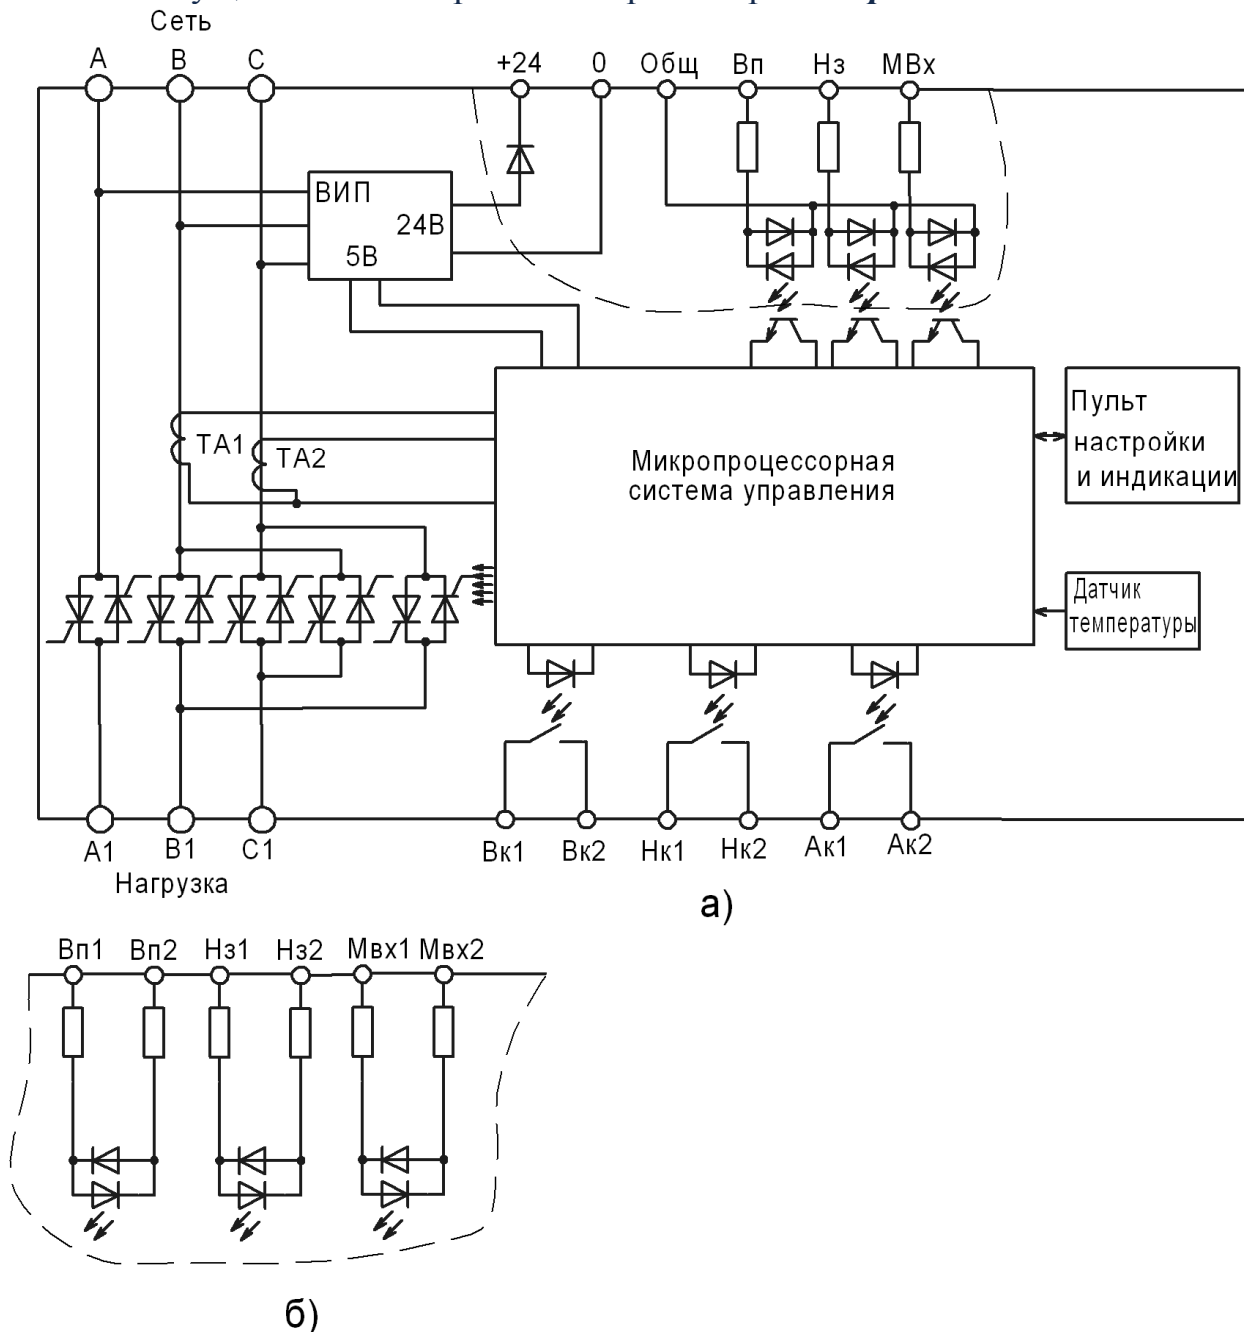
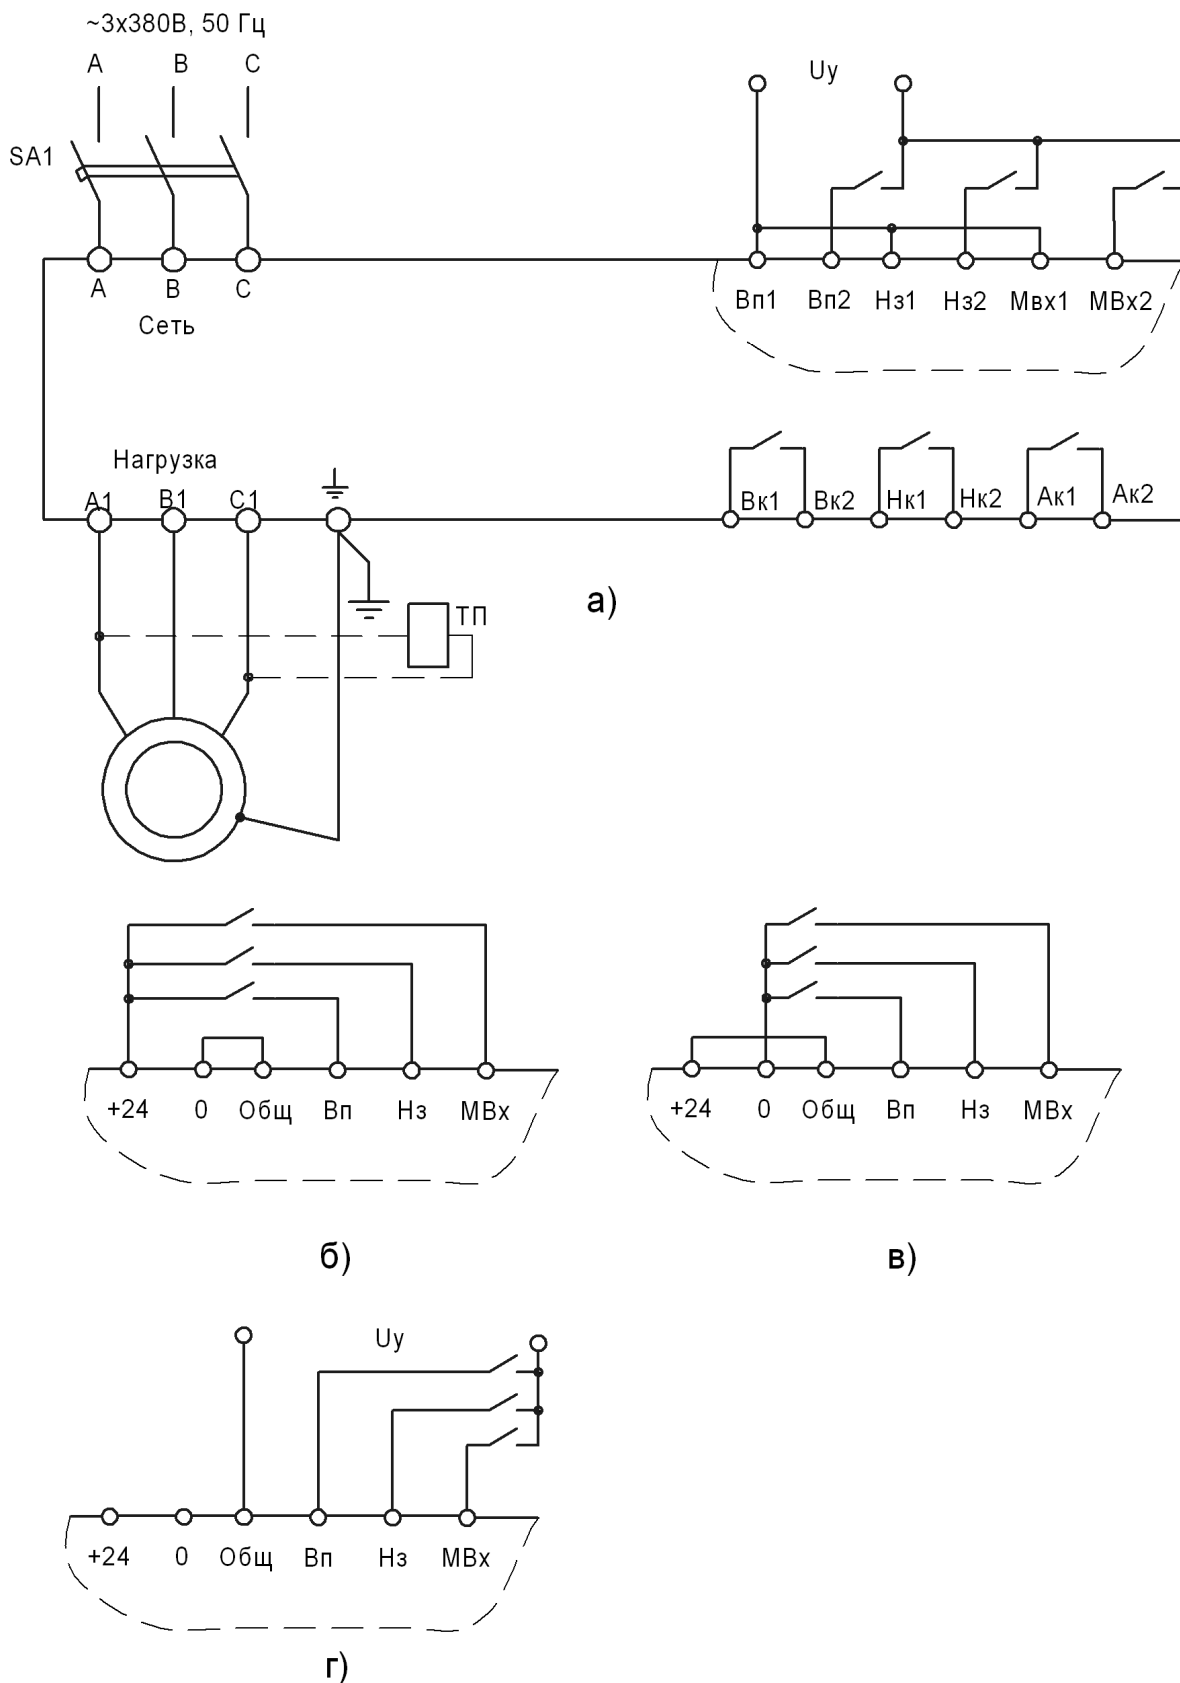

Рисунок 1 – Функциональная схема пускателя
Рисунок 2 – Примеры схем подключения пускателя
1.3.4 В модификации БСТ-ххР/хх-3х входы «Вп», «Нз» и «Мвх» имеют один общий провод (рис.1, а). Встроенный источник питания 24В (200 мА) предназначен для подачи напряжения на входы управления и для питания внешних цепей. Входы являются двунаправленными, поэтому управление может осуществляться подачей на входы положительного (+24В) или отрицательного (0В) напряжения (см. рис. 2 б,в). Источник питания 24В гальванически изолирован от сетевого напряжения и напряжения внутренних цепей, а также имеет защиту от короткого замыкания и перегрузки
1.3.5 В модификациях БСТ-ххР/хх-0х и БСТ-ххР/хх-2х все входы изолированы друг от друга (рис. 1,б). В этих модификациях напряжение источника +24В недоступно.